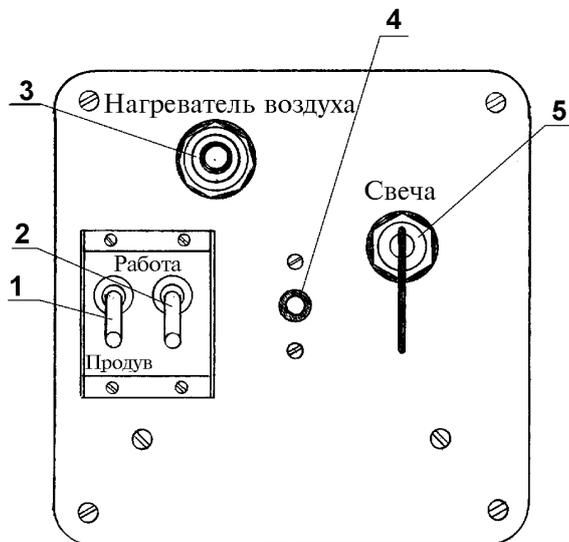

Рис. 13. Щиток управления подогревателем.
4.10.2.3. Продуйте газоход котла - включите насосный агрегат на 15-20 секунд, переведя включатель электродвигателя 1 (рис. 13) в положение "Работа".
4.10.2.4. Нажмите кнопку электронагревателя 3 (рис. 13) и держите ее во включенном состоянии в зависимости от температуры окружающей среды согласно таблице 2.